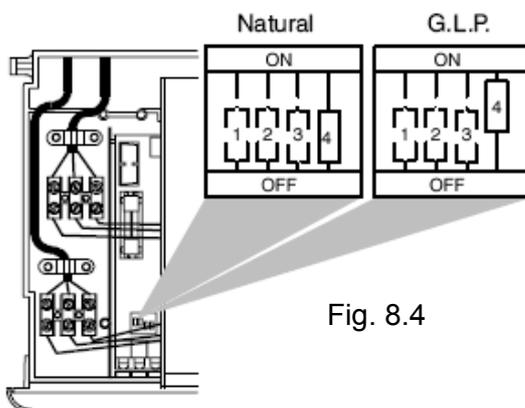

Fig. 8.4
7. Colocar o micro selector “4”, fig.8.4, em “ON” para os gases Butano e Propano e em “OFF” para o Gás Natural.